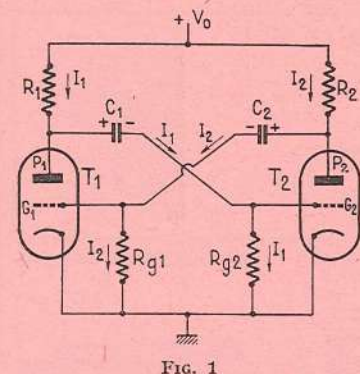

FIG. 1
COMME on peut le voir sur les figures 1, 2, 3, 4 le multivibrateur est un générateur de tensions périodiques et rectangulaires. Ce n'est qu'un amplificateur à deux étages, mais qui a ceci de particulier que la tension de sortie est ramenée totalement à l'entrée par l'intermédiaire d'un condensateur. La liaison entre un tube et le suivant se fait grâce à un circuit RC. On voit que le montage a une allure symétrique et l'on peut considérer indifféremment que l'entrée se fait sur R_{g1} ou sur R_{g2} , la sortie sur R_2 ou R_1 .
1. Charge de C_1 et C_2 (fig. 1). Au moment de la mise en fonctionnement du multivibrateur, aucun courant ne peut passer dans T_1 ni dans T_2 , les cathodes de ces deux tubes n'étant pas encore assez chaudes pour émettre des électrons. Par suite un courant I_1 se met à circuler du pôle + HT au pôle - HT à travers R_1 , C_1 , R_{g1} et la masse. Il en est de même pour un courant I_2 à travers R_2 , C_2 , R_{g2} et la masse. Ces courants créent donc des tensions positives aux bornes de R_{g2} et R_{g1} ce qui tend à bloquer les tubes.